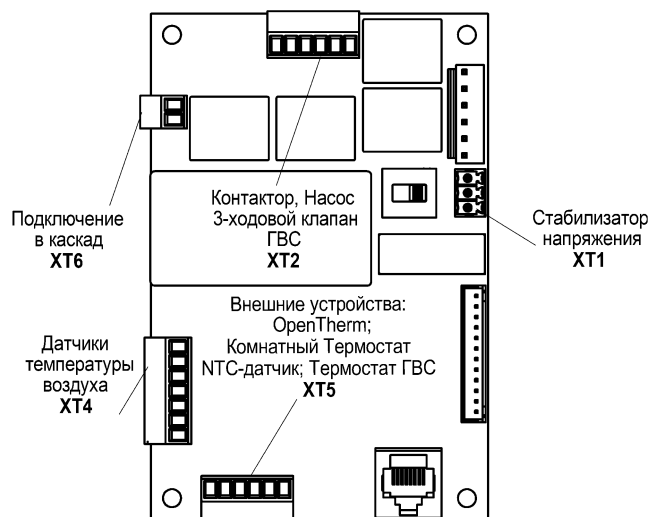

Рисунок 7. Основные разъёмы платы контроллера
6.4.2 Назначение основных разъёмов платы контроллера (подключение внешних устройств) для исполнений FORWARD-3...28 показано на рис. 7.